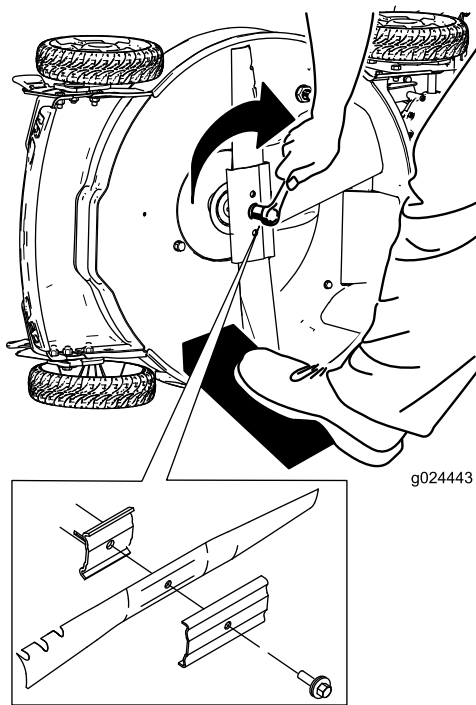

Figura 27
5. Instale la cuchilla nueva girando el perno de la cuchilla en sentido horario (Figura 27).